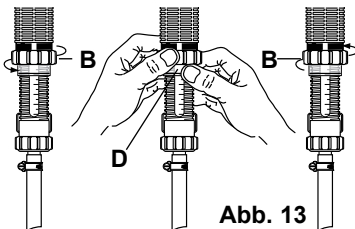

Abb. 13
- Lösen Sie den Blockierriech (**Abb.13-B**).
- Halten Sie diesen fest, während Sie den transparenten Ring hoch- oder hinunterschrauben (**Abb. 13-D**).
- Erneutes Festschrauben des Blockierrieches (**Abb. 13-B**).